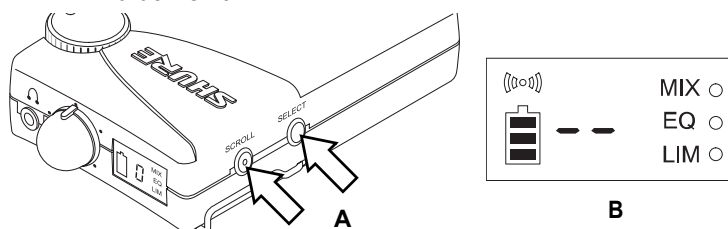

FIGURE 2
2. Die BILDLAUF- und AUSWAHL-Knöpfe gleichzeitig fünf Sekunden lang niedergedrückt halten (siehe Abbildung 2[A]). Auf der Anzeige erscheinen zwei gestrichelte Linien, durch die angezeigt wird, daß die Sperre aktiviert ist (siehe Abbildung 2[B]).